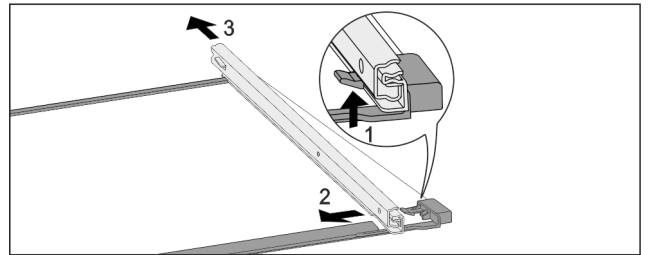

Fig. 247 带轨道的玻璃隔板
- ▶ 向上按前端的锁定钩。 Fig. 247 (1)
- ▶ 将牵伸轨推向一侧 Fig. 247 (2)，然后向后 Fig. 247 (3) 推。